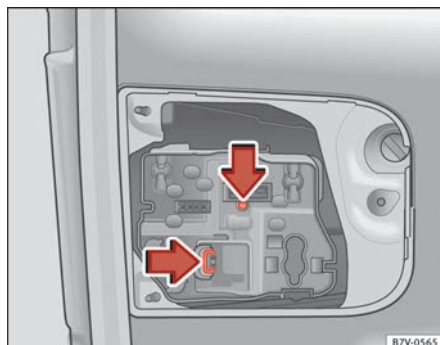

Fig. 210 En el portón trasero: Retirar el portalámparas.
5. Presione las lengüetas de bloqueo en el sentido de la flecha ⇒ fig. 210 y extraiga el portalámparas.